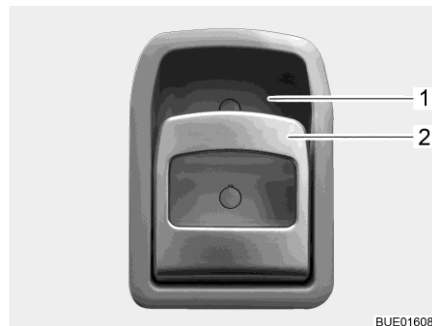

Fig. 73 Serrure de la porte (porte cellule à l'intérieur)
- Tirer sur la poignée (Fig. 73,2). La serrure de la porte se déverrouille et s'ouvre.
- Appuyer sur la poignée (Fig. 73,2) en haut en direction de l'évidement (Fig. 73,1) dans lequel elle repose. La serrure de la porte se verrouille.